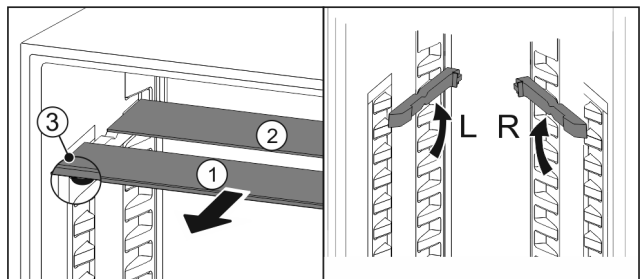

Fig. 159
- Sortir les tablettes par l'avant *Fig. 159 (1)*.
- La tablette en verre *Fig. 159 (1)* avec bordure décorative est située à l'avant.
- Les butées *Fig. 159 (3)* sont orientées vers le bas.